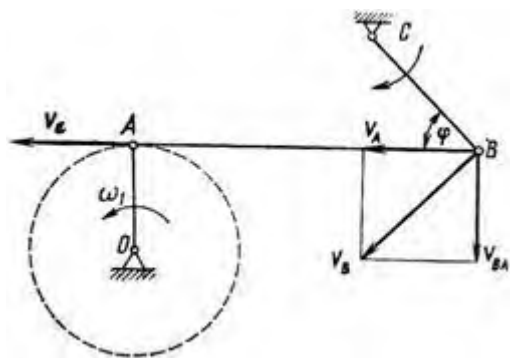

Рисунок 21
2. В четырехзвенном механизме (рис. 21) кривошип OA вращается равномерно с частотой $n = 300 \text{ об/мин}$. Для заданного положения механизма, при котором кривошип OA перпендикулярен шатуну AB и $\angle ABC = 45^\circ$, определить угловую скорость звена (коромысла) BC , если $OA = 0,12 \text{ м}$, $AB = 0,3 \text{ м}$ и $BC = 0,14 \text{ м}$.